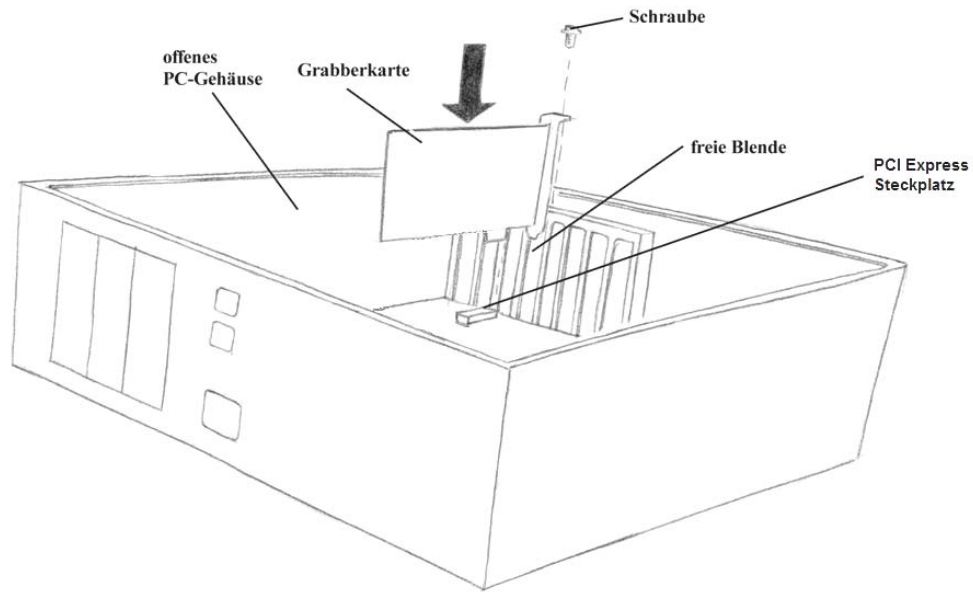

Bild 8: Einsetzen der Karte im PCI-Express-Steckplatz
- Setzen Sie nun den pciGrabber-4x4 wie im *Bild 8* dargestellt mit der Anschlussblende nach außen vorsichtig in den Steckplatz ein. Die Karte sollte sicher einrasten.
Aus Stabilitätsgründen und damit die Karte eine sichere Masseverbindung zum Rechnergehäuse bekommt, befestigen Sie die Karte mit einer Schraube am Gehäuse (siehe Bild 8).